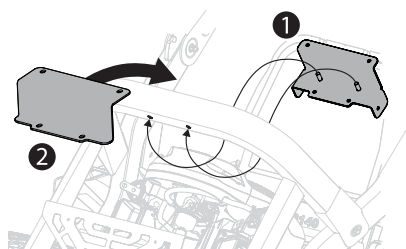

Figure 5
1. En commençant à partir de l'intérieur, alignez l'équerre (689-02519) avec le montant arrière supérieur du châssis et glissez les goujons dans les trous existants. Voir (1) dans la Figure 5.
2. En commençant à partir de l'extérieur cette fois, alignez le support de montage supérieur (789-04458) sur le montant arrière supérieur du châssis et l'équerre en alignant les trous inférieurs et supérieurs du support et de l'équerre. Voir (2) dans la Figure 5.